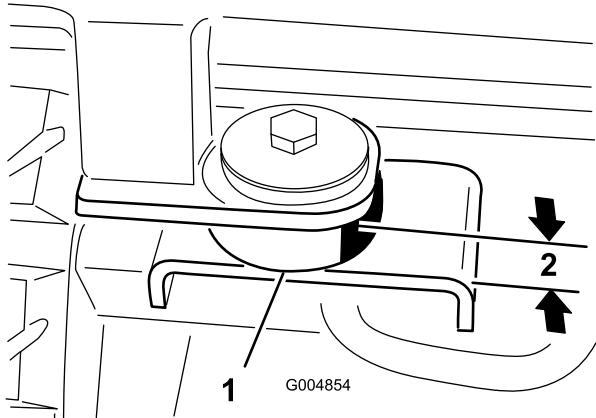

Рисунок 114
37. В задних крепежных точках прикрепите кабину к машине с помощью болта (1/2 x 3 дюйма), стальной шайбы (1/2 x 2–1/2 дюйма), резиновой шайбы (1/2 x 2–1/2 дюйма) и гайки (1/2 дюйма) (Рисунок 114).